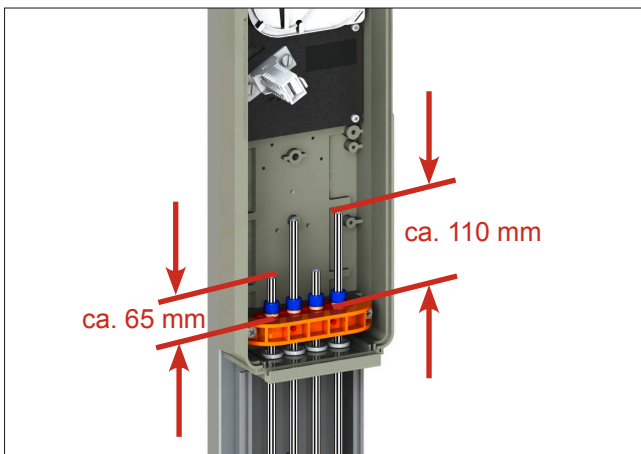

Abb. 13
- Mikrorohre auf zwei unterschiedliche Längen kürzen. Maße siehe Abb. 13.